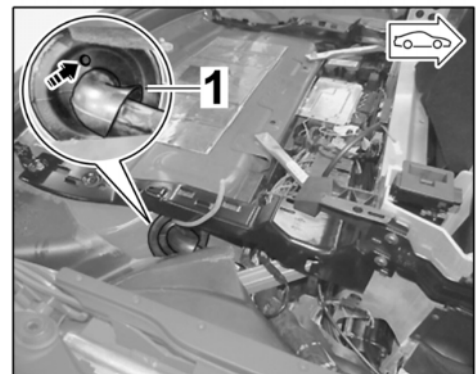

Bild 14
3.3 Tülle $\Rightarrow$ Bild 14 -1- lochen $\Rightarrow$ Bild 14 -Pfeil-.